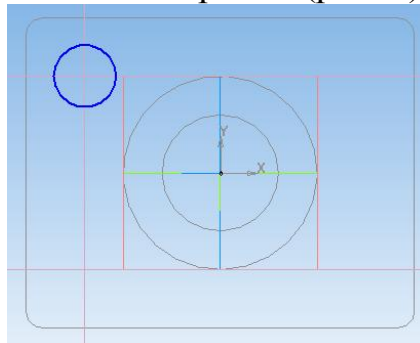

Рис. 6
14. Постройте окружность диаметром 16 мм. на расстоянии от оси Y - 35 мм., X - 25 мм. как показано на образце. (рис. 6)